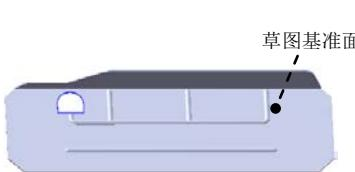
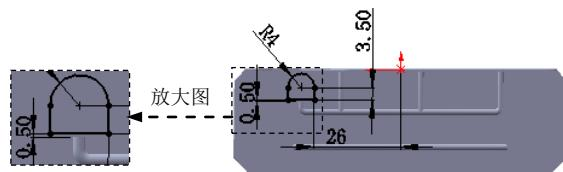

图 13.2.46 切除一拉伸 1
图 13.2.47 横断面草图
Step8. 创建图 13.2.46 所示的切除一拉伸 1。
(1) 选择命令。选择下拉菜单 **插入(I)** → **切除(C)** → **拉伸(E)...** 命令。
(2) 定义特征的横断面草图。选取图 13.2.46 所示的模型表面作为草图基准面，绘制图 13.2.47 所示的横断面草图。
(3) 定义切除深度属性。在“切除一拉伸”对话框 **方向1** 区域的选中 **与厚度相等(L)** 复选框与 **正交切除(N)** 复选框。其他采用系统默认设置值。
(4) 单击  按钮，完成切除一拉伸 1 的创建。